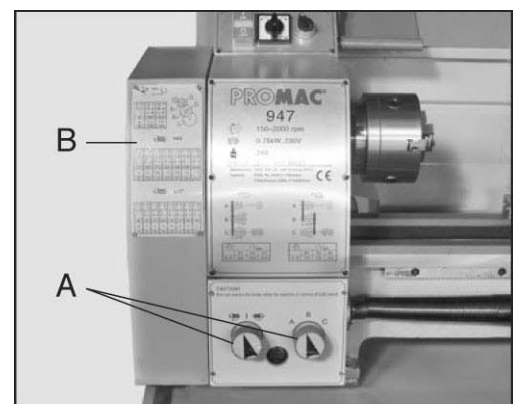

Fig. 22
Drehen mit automatischem Vorschub (Fig. 22)
3. Die Schraube (C) lösen.
4. Die Radschwinge (D) nach rechts schieben.
5. Den Bolzen (E) oder die Mutter (F) lösen um die Wechselräder zu entfernen.
6. Die korrekten Wechselräder gemäß der Tabelle (Fig. 22, B) einsetzen und wieder verschrauben.
9. Die Schraube (C) festziehen.